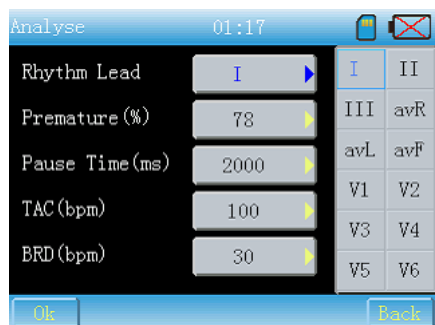

Fig. 13-6-2
- 1 Ritmo delle derivazioni: cliccare il pulsante per richiamare l'interfaccia come da Fig.13-6-2.